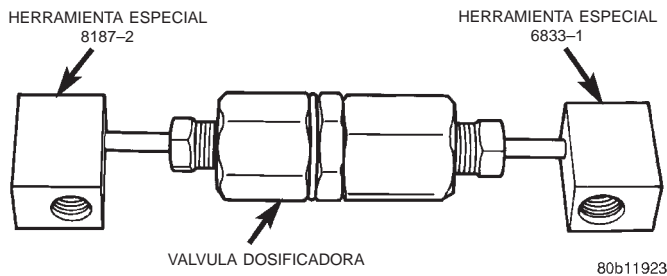

Fig. 31 Conexiones de prueba de presión instaladas en la válvula dosificadora
(4) Instale la conexión para prueba de presión, herramienta especial 6833-1 en el orificio de entrada de la válvula dosificadora (Fig. 31). Instale la conexión de prueba de presión, herramienta especial
8187-2 en el orificio de salida de la válvula dosificadora (Fig. 31). Apriete las tuercas de los tubos con una torsión de 17 N·m (145 lbs. pulg.).